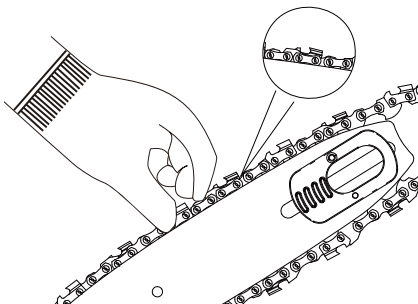

Abb. 12
4. Prüfen Sie die Kettenspannung mit einer Hand, indem Sie gegen das Gewicht des Produkts an der Kette nach oben ziehen. Die richtige Kettenspannung ist erreicht, wenn sich die Sägekette in der Mitte um ca. 2 mm (5/64") vom Schwert abheben lässt (Abb. 12).